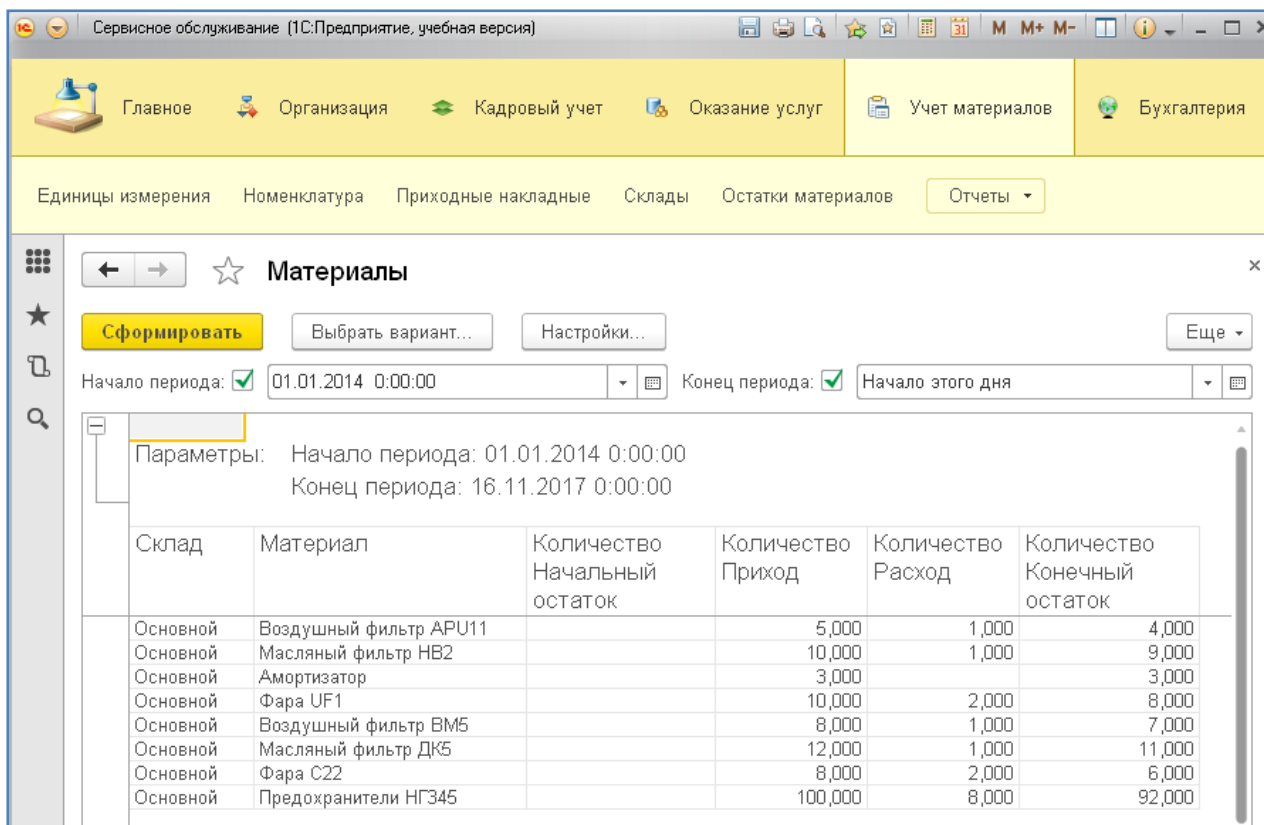

Рис. 25. Отчет в режиме Предприятие
12. Запустить отладку и сформировать отчет «Материалы» в режиме 1С:Предприятие (рис. 25).